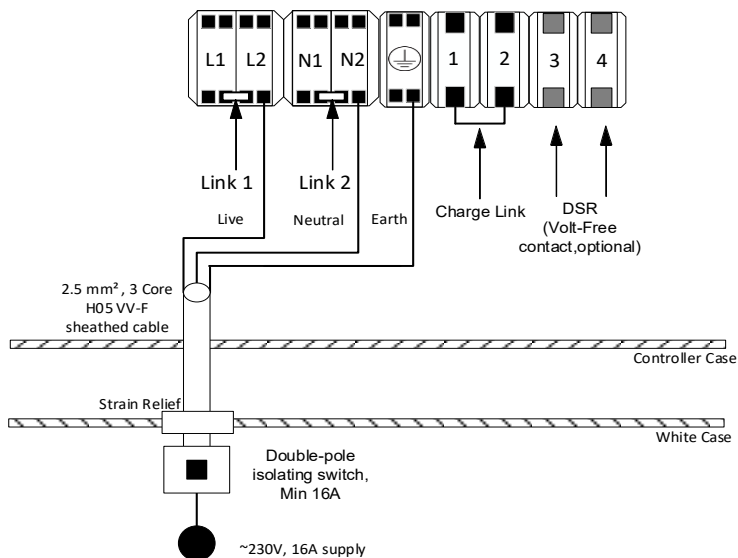

Abbildung 10 – Verkabelung der Thermino ePlus Wärmebatterie ohne Solarenergie-Umschaltung
- Ohne Solarenergie-Umschaltung folgen Sie Abschnitt 6.4.1, Abbildung 10